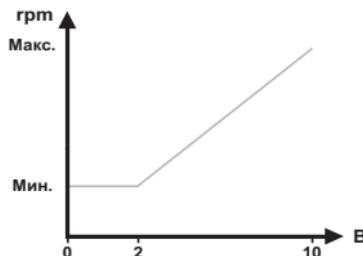

Рис. 12 Зависимость скорости насоса от установленного значения сигнала 0-10 В
1) Когда насос находится под управлением внешнего сигнала 0–10 В, его рабочее состояние изменяется на основе диапазона уровней входного сигнала. График зависимости скорости насоса от установленного значения сигнала 0–10 В приведен на рис. 12